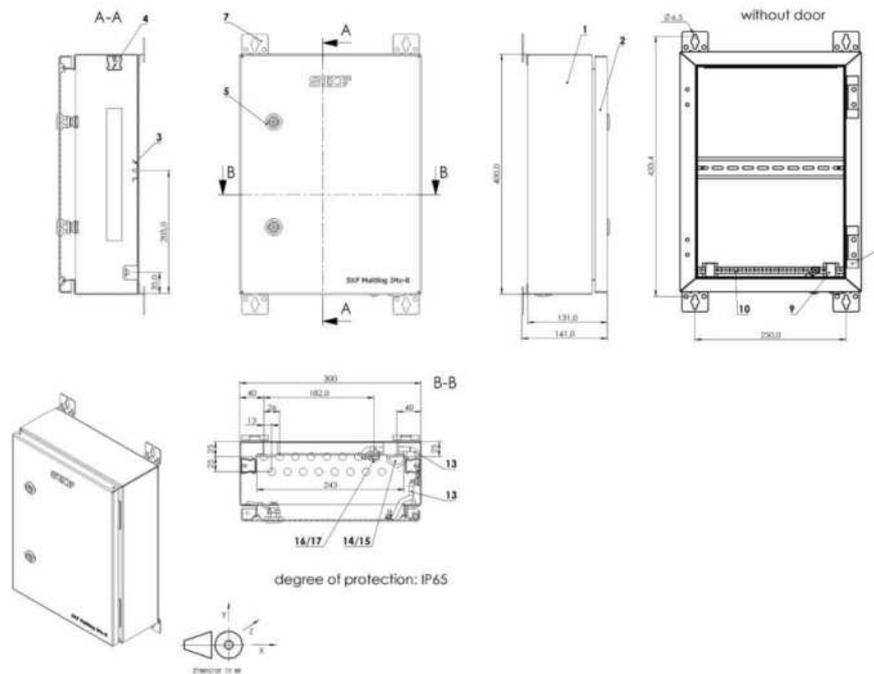

Figura 20 Gabinete CMON 4150 con área de pasacables pretaladrada
En el gabinete pretaladrado, la pared inferior (corta) tiene perforaciones para 17 pasacables (consulte en la **Figura 20** el patrón/la disposición de perforaciones). Se proporcionan una entrada para un pasacables M25 de 1,5 mm (elemento 14/15 en el dibujo) y dieciséis entradas para pasacables M12 de 1,5 mm (elemento 16/17 en el dibujo). Todas las (17) entradas de cables se suministran con tapones ciegos instalados. Solo quite aquellos que se utilizarán activamente para el cableado y los pasacables.